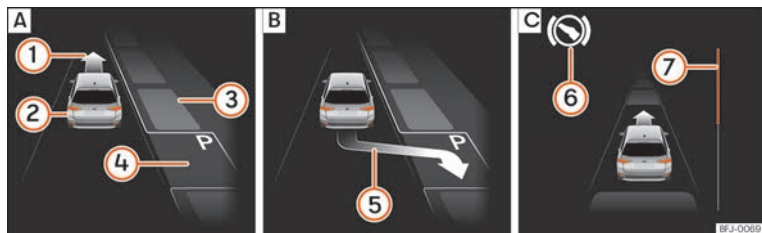
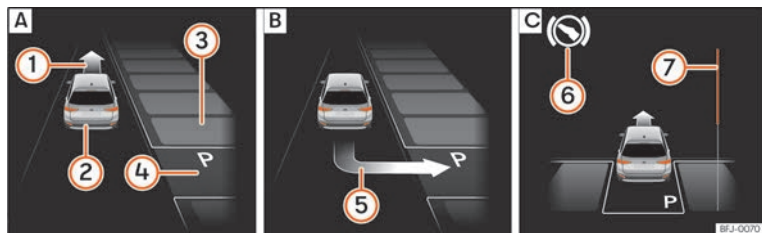

Fig. 282 Sur l'écran du combiné d'instruments : stationner en créneau. [A] Chercher une place de stationnement. [B] Position de stationnement. [C] Manœuvrer.
Fig. 283 Sur l'écran du combiné d'instruments : stationner en bataille. [A] Chercher une place de stationnement. [B] Position de stationnement. [C] Manœuvrer.
Légende de la **fig. 282** et **fig. 283** :
La barre de progression » **fig. 282** ⑦ et » **fig. 283** ⑦ affiche symboliquement la distance relative qu'il reste à parcourir à l'écran du combiné d'instruments. Plus la distance est grande, plus la barre de progression est remplie. En circulant en marche avant, le contenu de la barre de progression diminue vers le haut, et en circulant en marche arrière, il diminue vers le bas.
2.	Regardez sur l'affichage de l'écran du combiné d'instruments si la place « appropriée » a été détectée et si la position correcte pour stationner » fig. 282 B ou » fig. 283 B a été atteinte. La place sera considérée comme « appropriée » si l'indication de stationnement 5 apparaît à l'écran du combiné d'instruments.
6.	Reculez jusqu'à ce que retentisse le signal continu du ParkPilot. OU : reculez jusqu'à ce que l'indication de passer en marche avant » fig. 282 C ou » fig. 283 C apparaisse à l'écran du tableau de bord. OU : reculez jusqu'à ce que le message Park Assist terminé apparaisse à l'écran du combiné d'instruments. La barre de progression  indique la distance à parcourir » page 338.
9.	Le système de stationnement assisté dirige le véhicule en marche avant et en marche arrière jusqu'à ce qu'il soit centré sur la place » fig. 282 C ou » fig. 283 C.